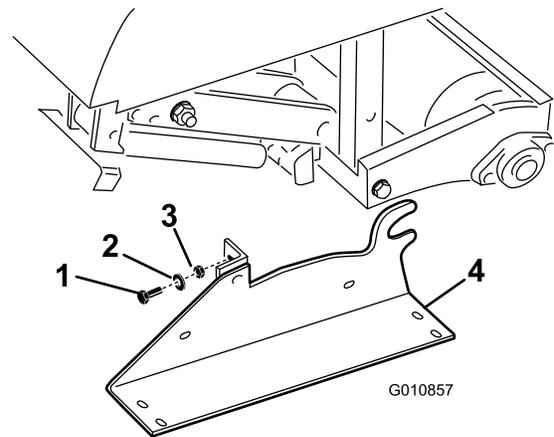

Bild 33
2. Entfernen Sie die Schrauben, Sicherungsscheiben und Muttern, mit denen die Sicherheitsständer an jedem Ende des Aerifizierers befestigt sind (Bild 33).